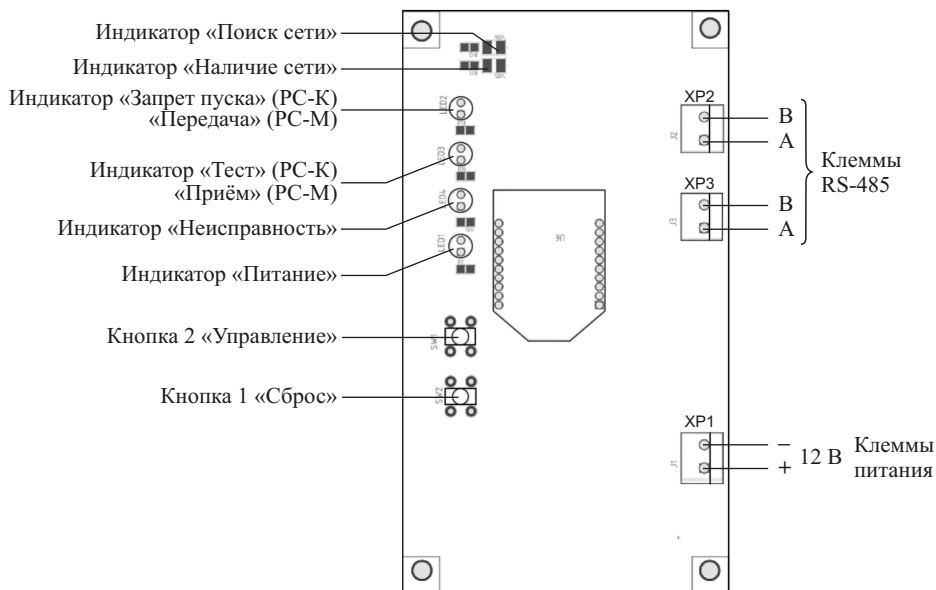

Рис. 6.4. Схема расположения индикаторов, органов управления и клемм для внешних подключений на платах РС-М и РС-К
Схема расположения индикаторов, органов управления и клемм для внешних подключений на платах РС-М и РС-К приведена на рис. 6.4.
Для подключения напряжения питания служит клемма XP1 (см. рис. 6.4). Подключение питания производится с учётом полярности.
Для подключения RS-485 служат клеммы XP2 и XP3 (см. рис. 6.4).
- Для подключения напряжения питания служит клемма XP1 (см. рис. 6.4). Питание подключается с учётом полярности.
- Для подключения RS-485 служат клеммы XP2 и XP3 (см. рис. 6.4).